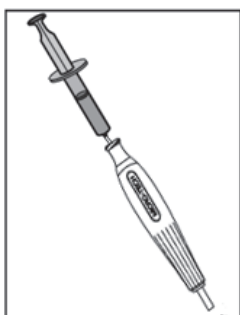
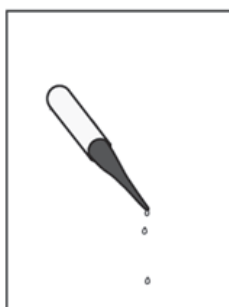

Fig. 3a
Fig. 3b
- Es recomendable enjuagar el mango posterior (puerto del cable guía) del sistema de suministro del estent, con una jeringa de solución salina de 10 cc para expulsar el aire. (Consulte la Fig. 3a) Continúe enjuagando hasta que salga solución salina de la punta del catéter distal. (Consulte la Fig. 3b)